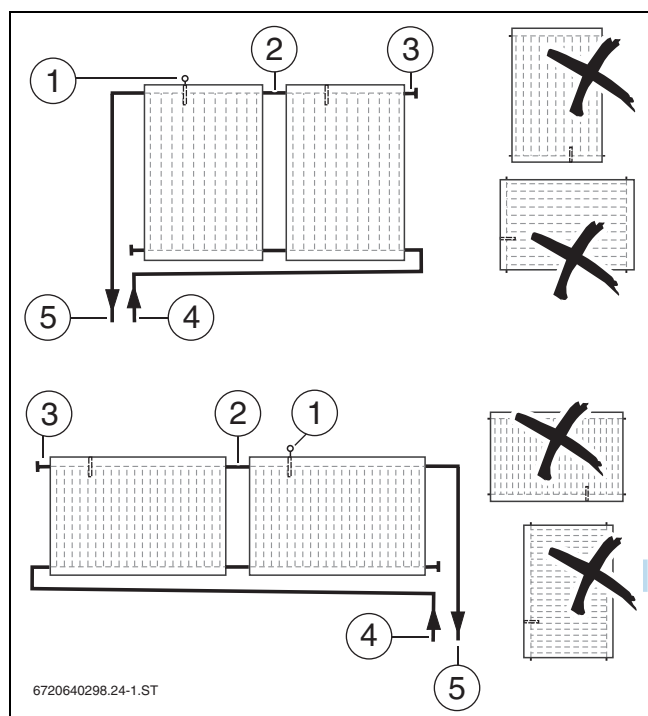

Bild 14 Anordnung senkrechter (oben) und waagerechter (unten) Kollektoren
- Kollektorfeld wechselseitig anschließen (→ Bild 14).
- Für die Kollektormontage berücksichtigen, dass die Tauchhülle für den Kollektorfühler oben liegt (→ Bild 14 [1]).
- Verlegung des Kollektorfühlerkabels so planen, dass der Kollektorfühler (→ Bild 14 [1]) in dem Kollektor mit dem angeschlossenen Vorlauf [5] montiert werden kann.